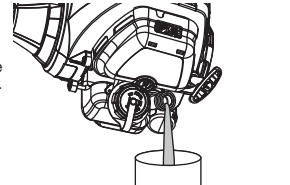
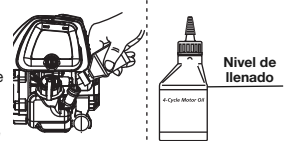

Fig. 25
Fig. 26
- Vierta el aceite del orificio de llenado de aceite en un recipiente inclinando la unidad hacia un lado (Fig. 25). Deje suficiente tiempo como para completar el drenaje.
- NOTA:** Use la botella y la boquilla que guardó del uso inicial para medir la cantidad correcta. El nivel de 90 ml (3,04 onzas) está aproximadamente en la parte superior de la etiqueta de la botella (Fig. 26). Mida el nivel con la varilla de medición. Si el nivel está bajo, agregue una pequeña cantidad de aceite y vuelva a medir (Fig. 25). No lo llene demasiado.